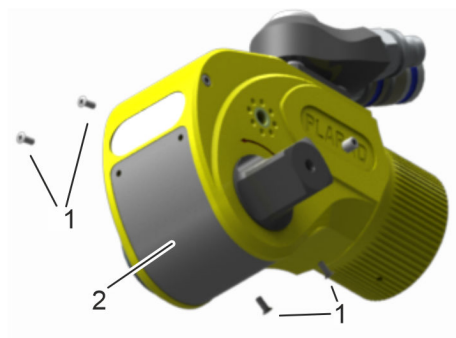

Fig. 31 : tôle de protection
2. ➔ Desserrer les vis (Fig. 31 /1) de la tôle de protection (Fig. 31 /2) et retirer la tôle.
- 15.** ➤ Fixer la tôle de protection (Fig. 31).